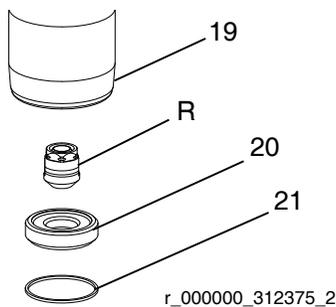

ABB. 10
11. Verwenden Sie einen O-Ring-Haken, um die Dichtung (21) aus dem Gehäuse des Ansaugventils (19) zu entfernen. Werfen Sie diese Dichtung weg. Verwenden Sie beim Wiederausbauen eine neue Dichtung. Siehe ABB. 10.
12. Ziehen Sie den Sitz des Ansaugventils (20) unten aus dem Gehäuse des Ansaugventils (19) heraus. Rückschlagventilsatz (R) nicht fallen lassen, wenn er herauskommt, und für spätere Verwendung zur Seite legen.